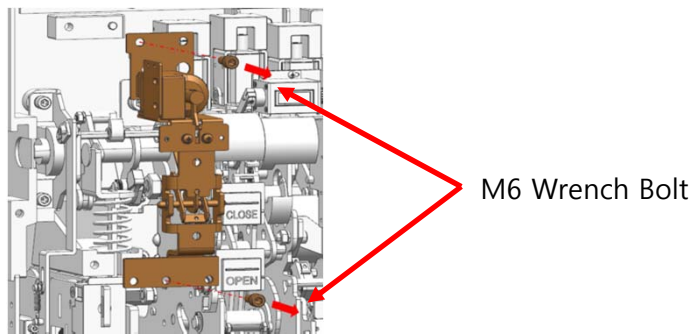

FIG 7
7. MHT UNIT 분리 / Remove MHT UNIT (FIG 7)